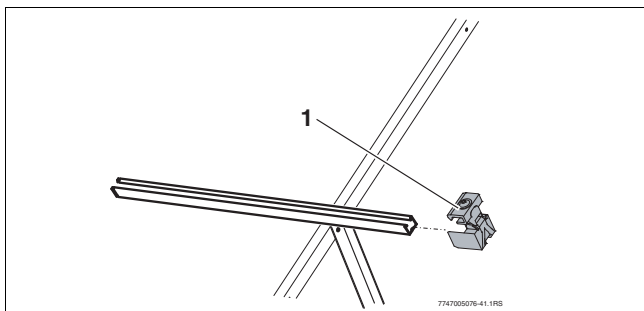

Fig. 58 Deslizar la sujeción sencilla del colector
- ▶ Deslizar la sujeción sencilla (Fig. 58, [1]) del colector en el extremo derecho del campo del colector en los perfiles de cubierta plana/tejado inclinado hasta que encaje en el primer agujero alargado del perfil.